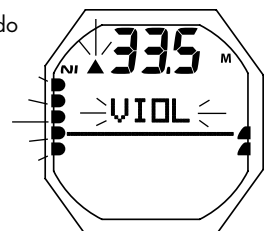

Fig. 88 - PRINCIPAL MODO VGM (durante la alarma sonora)
**Pantalla principal de VGM** - Ésta es la información mostrada (Fig. 88/89):